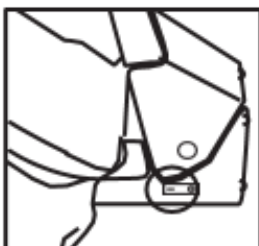

Рис. 1
1. Поднимите верхнюю платформу пресса, вставьте вилку шнура питания в розетку электрической сети и включите пресс переключением кнопки питания в положение On (рис. 1)